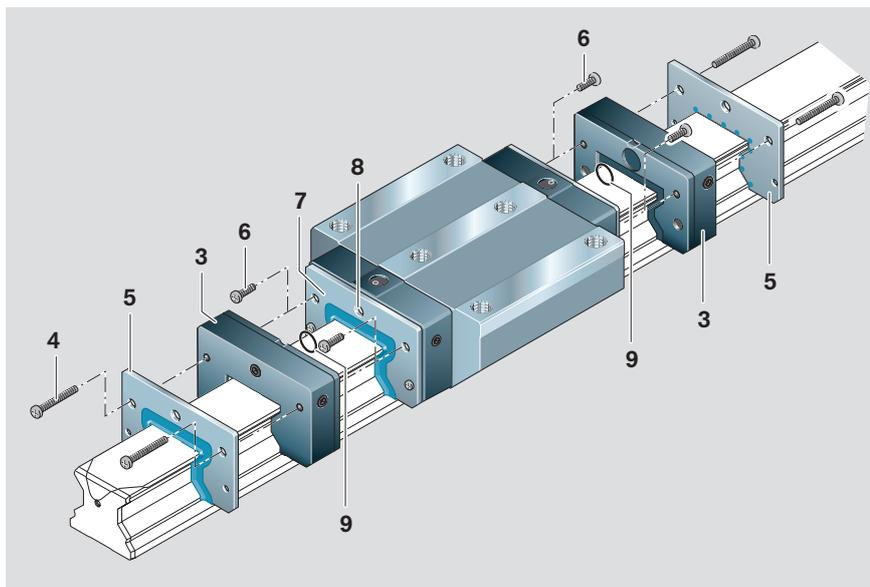

Figura 3
⚠ ¡Montar a ambos lados del patín las placas adicionales de lubricación (figura 3, posición 3)!
- Retirar los tornillos (figura 3, posición 6) – en el tamaño 65 son cuatro tornillos. ¡Los tornillos (6) no pueden volver a utilizarse!
- Las placas frontales (7) existentes quedan montadas en el patín.
- Deslizar las placas adicionales de lubricación (3) y las juntas frontales adicionales (5) sobre el raíl guía y alinearlos con los patines.
- En el tamaño 25 se deberán retirar los pasadores roscados (8) y colocar las juntas tóricas (9) entre el patín y las placas adicionales de lubricación.